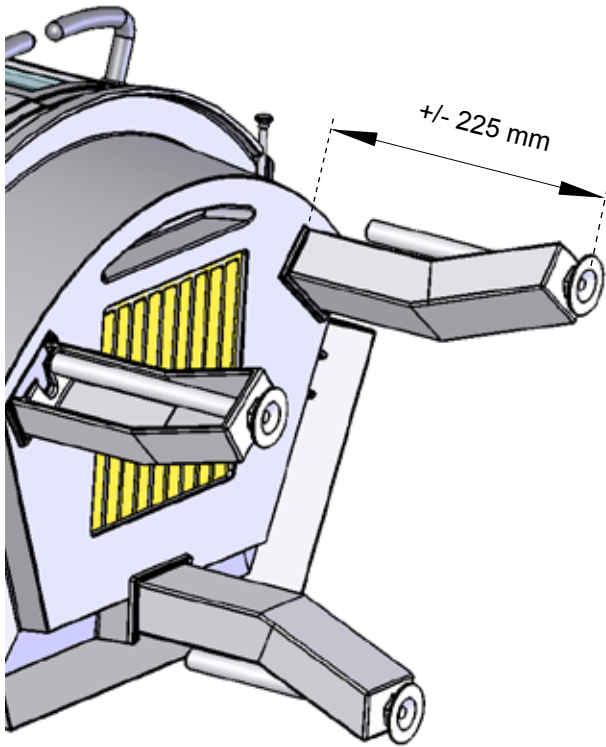

FIG 3 T
RYS. 3: W przypadku pokrycia podłogowego z materiału palnego, powierzchnię podłogi pod wkładem należy przykryć blachą stalową (1) o grubości minimum 0,7 mm. Umieścić wkład (2) zgodnie z rysunkiem i wykonać połączenie kominowe.